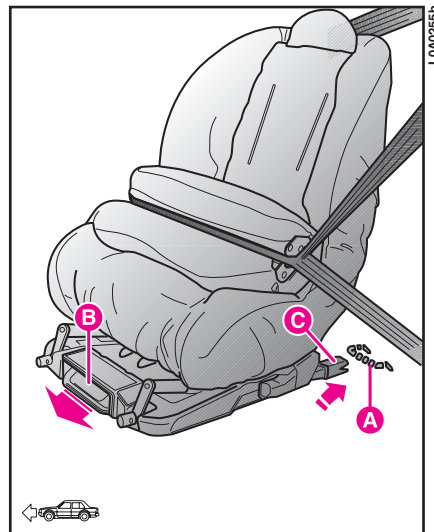

fig. 85
– controle que la palanca de desen-ganche **B** (**fig. 85**) esté en la posición de reposo (hacia adentro);
– identifique los soportes de predis-posición **A** (**fig. 85**) y ponga la silla con los dispositivos de enganche **C** (**fig. 85**) alineados a los soportes;
En este caso, el niño está sujeto tam-bién con los cinturones del coche (**fig. 85**).